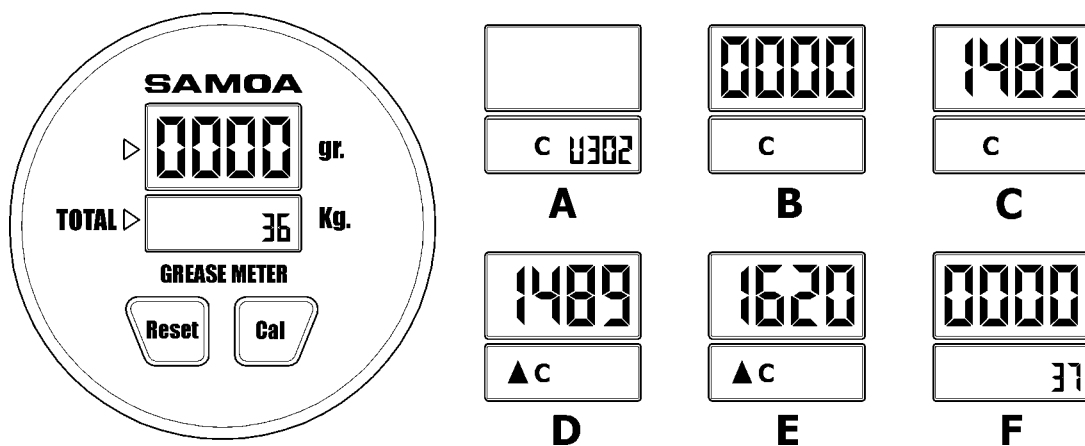

Fig. 7
5. Dès que la quantité indiquée sur le compteur correspond à la quantité distribuée (Fig.7 E), appuyer sur le bouton de mise à zéro jusqu'à ce que la flèche disparaisse. Le compteur indiquera, pendant quelques secondes, le nouveau facteur de calibrage jusqu'à ce que le dispositif s'allume tel qu'il est indiqué sur la Fig.7F.